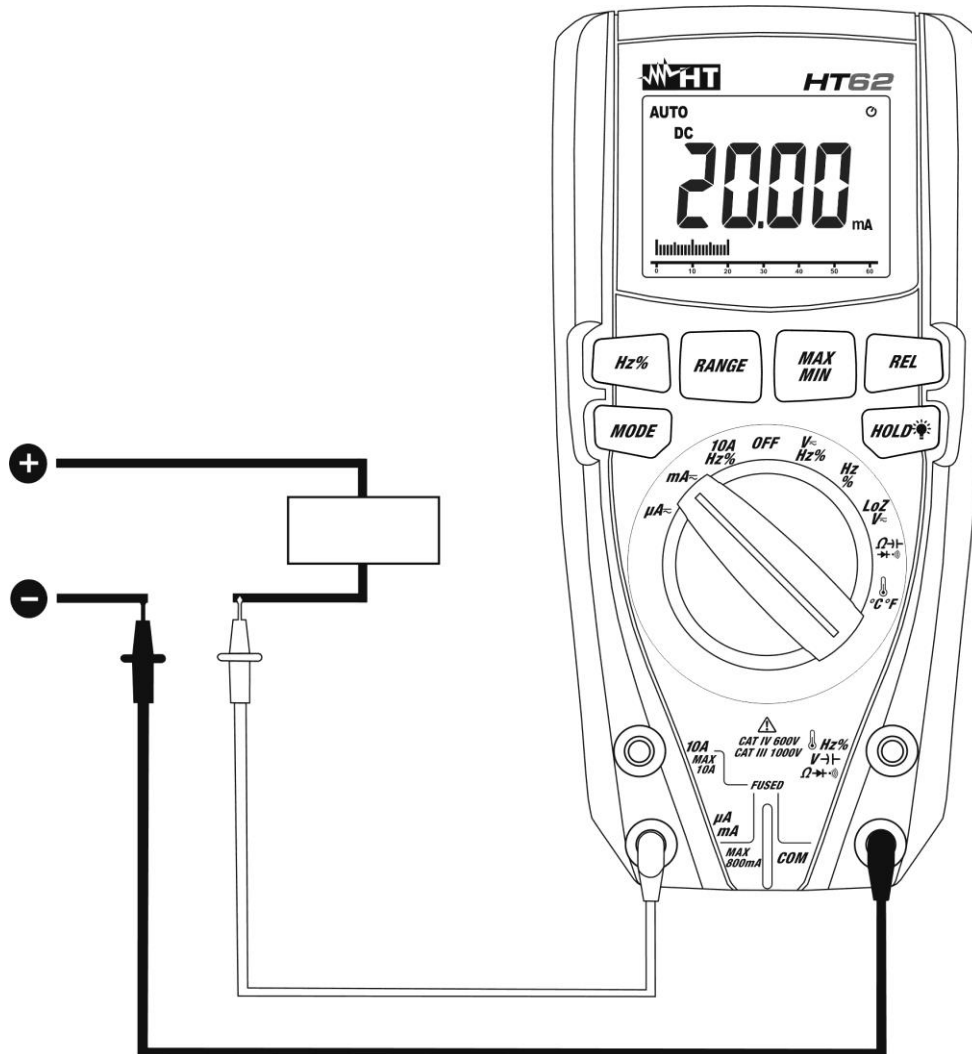

Fig. 10: Uso do instrumento para a Medição de Correntes CC
4. Ligar a ponteira vermelha e a ponteira preta em série com o circuito do qual se pretende medir a corrente respeitando a polaridade e o sentido da corrente (ver Fig. 10).
7. A visualização do símbolo "-" no display do instrumento indica que a corrente tem sentido oposto em relação à conexão da Fig. 10.